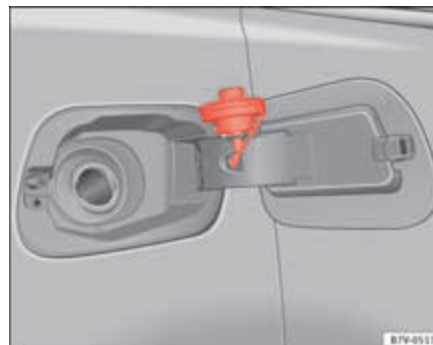

Abb. 160 Geöffnete Tankklappe mit eingehängtem Tankverschluss. ►
- Tankverschluss linksherum herausdrehen und in die vorgesehene Öffnung am Scharnier der Tankklappe stecken ⇒ Seite 274, Abb. 160.